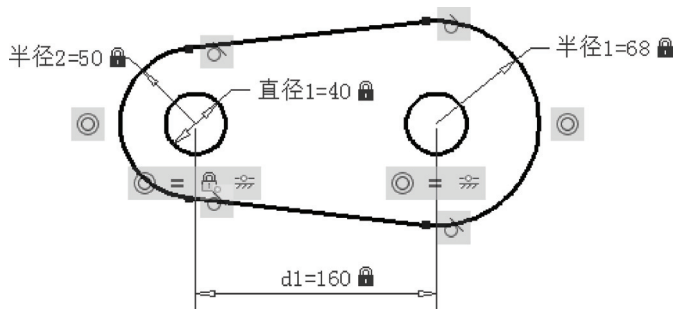

图 12-47 创建参数化图形的练习
- (1) 如何理解 AutoCAD 的参数化图形基本概念?
- (2) 几何约束类型分哪几种?
- (3) 什么是约束栏? 如何应用约束栏?
- (4) 在标注约束中, 什么是动态约束和注释性约束? 如何在这两种标注约束中切换?
- (5) 如何设置显示/隐藏选定对象的几何约束?
(6) 上机操作: 新建一个图形文档, 创建图 12-47 所示的参数化图形, 即在图形中创建所需的几何约束和动态标注约束, 使其成为完全约束图形, 并练习修改标注约束的值来观察该参数化图形的变化情况, 例如修改 d1 的值来观察参数化图形变化情况。